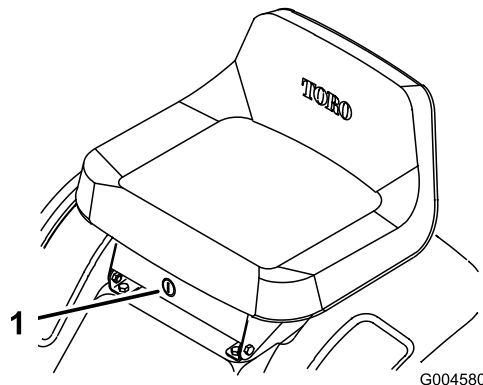

Figura 15
interruptor KeyChoice que está situado cerca del soporte del asiento (Figura 15).
2. Inserte la llave KeyChoice en el interruptor (Figura 15).